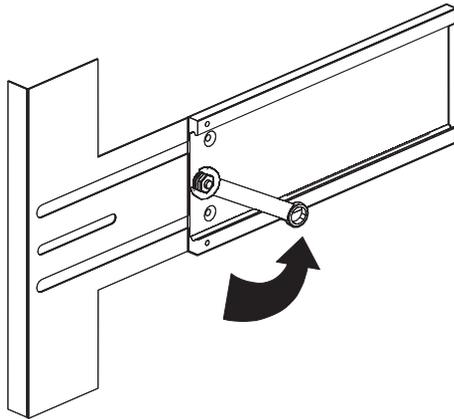

ABBILDUNG 1-6 Entfernen der Schienenmuttern des Schienenmoduls
1. Entfernen Sie die Muttern am hinteren Ende jeder Schiene (ABBILDUNG 1-6).